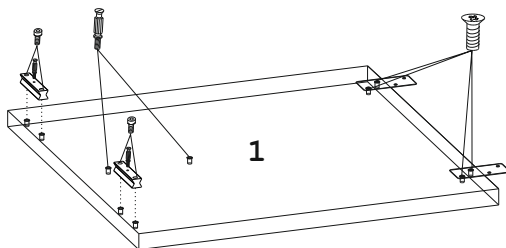

Рис. 1
1. Прикрутите проставки 4 винтами 5 к детали 1. (рис.1)
2. Вверните в проставки 4 дюбели 6. (рис.1)
3. Вверните дюбели 6 в металлические муфты на деталях 1 и 2. (рис.1,2)
9. Прикрутите к детали 1 пластину крепежную 12 винтами 11. (рис.1)